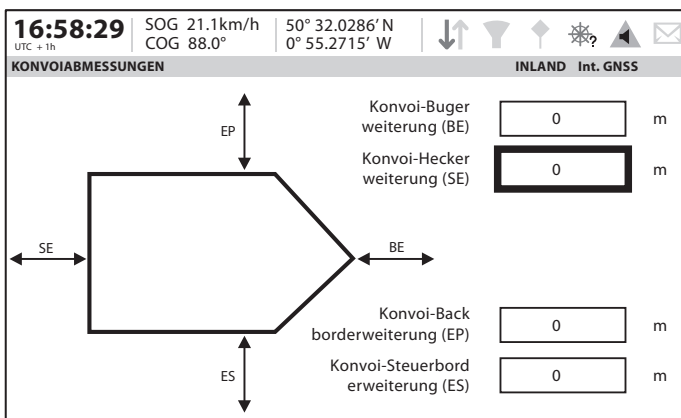

Abbildung 26 Convoy Dimensionen Bildschirm
- Convoy Dimensionen - geben Sie die Verlängerung über das normale Gefäßgröße von jedem angegriffen Konvoi. Siehe Abbildung 26.